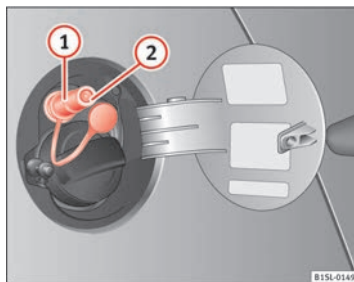

Fig. 110 Trappe à carburant ouverte : goulot de remplissage de gaz ①, serrure du goulot de remplissage ②.
- Enlevez le bouchon du goulot de remplissage de gaz ⇒ fig. 110 ①.